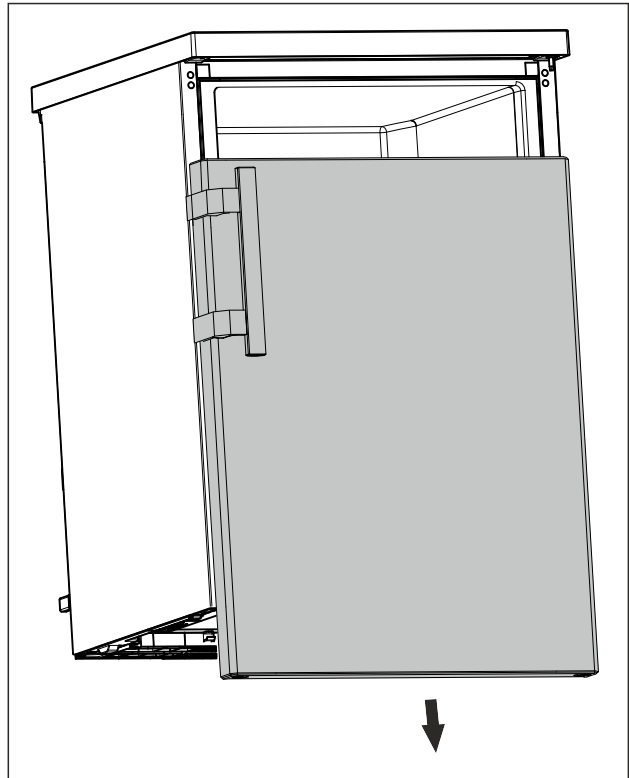

Fig. 9
- ▶ Desmontar la puerta hacia abajo. (consulte Fig. 9)